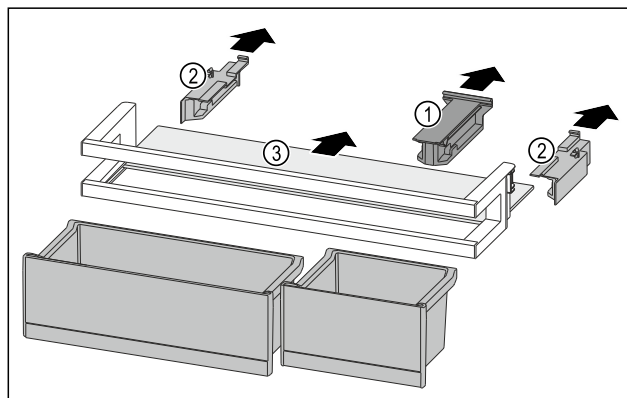

Fig. 81
- Držák Fig. 81 (1) stáhněte.
- Boční díly Fig. 81 (2) stáhněte.
- Odkládací plochu Fig. 81 (3) odeberte.